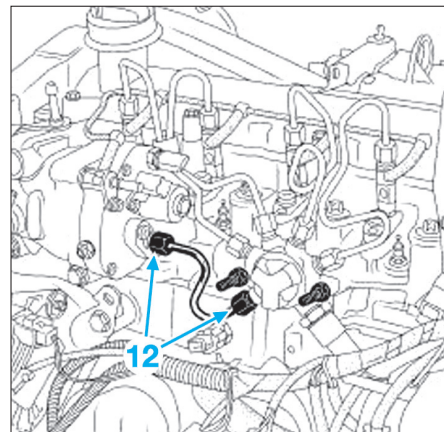

Fig. 42
- Nettoyer les raccords (12) du tuyau haute pression entre la pompe et la rampe (Fig.42).